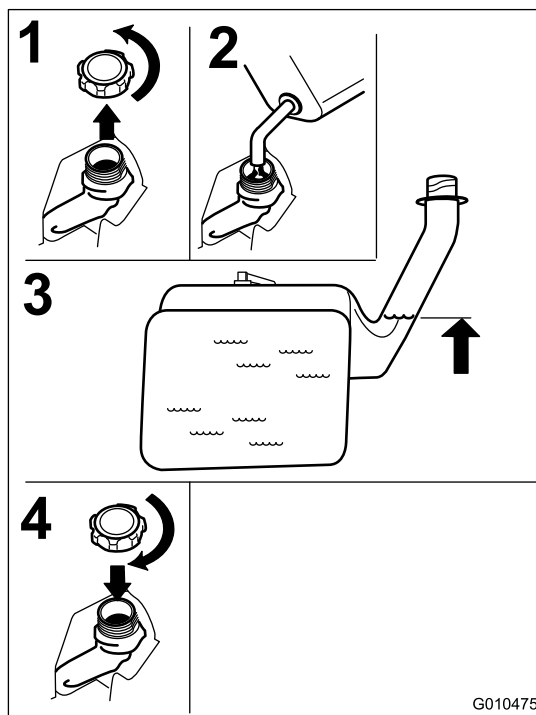

Figure 9
3. Remplissez le réservoir de carburant jusqu'à la base du goulot de remplissage Figure 9.